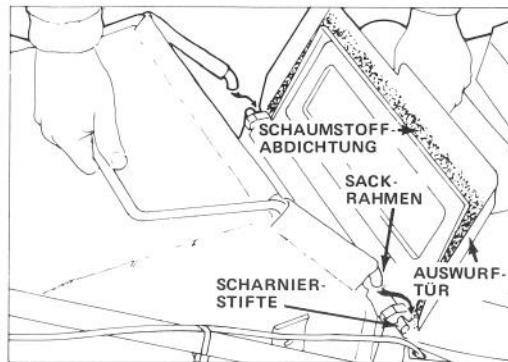

Bild 13
2. EINBAU DES SACKS – Auswurftür anheben und Sackrahmen auf Scharnierstifte haken (Bild 13). Den Sack auf dem Mähergehäuse über der Auswurföffnung aufliegen lassen. Tür schließen und sicherstellen, daß der obere Rand der Sacköffnung abgedichtet ist.